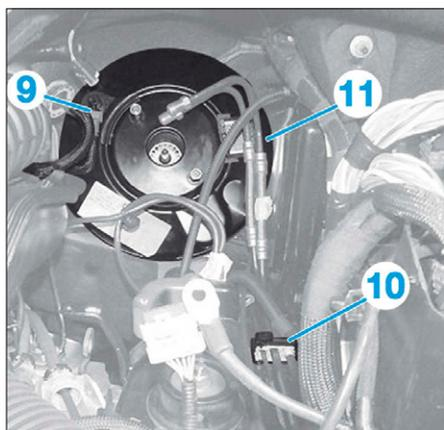

FIG. 24
- Désaccoupler le raccord (9) du tuyau à dépression (Fig.24).
- l'agrafe (10),
- le servofrein (11).